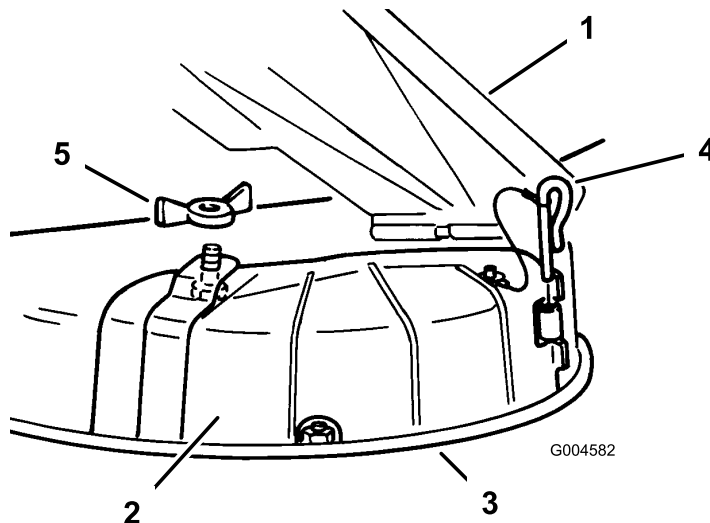

Figura 22
- Retire porca de orelhas e o parafuso que fixam a cobertura no lugar (Figura 22).
- Retire o pino da dobradiça que fixa cobertura à plataforma (Figura 22).
3. Levante o defletor de relva e coloque a cobertura de descarga por cima da abertura no rebordo inferior no cortador e deslize-o para a dobradiça frontal (Figura 22).
4. Faça deslizar o pino da dobradiça pela dobradiça (Figura 22).
5. Fixe a cobertura de descarga ao cortador com a porta de olhelhas (Figura 22).